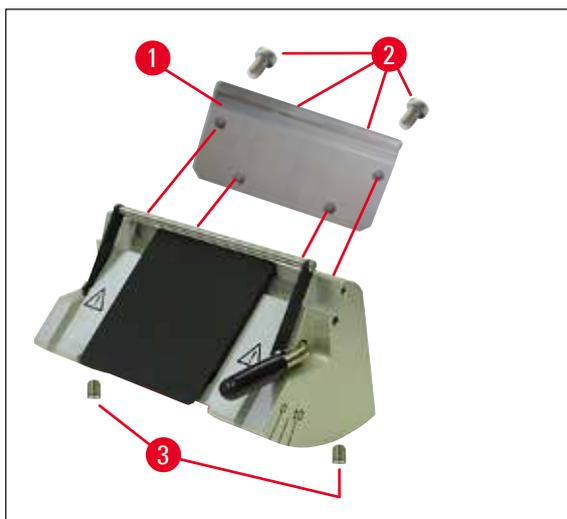
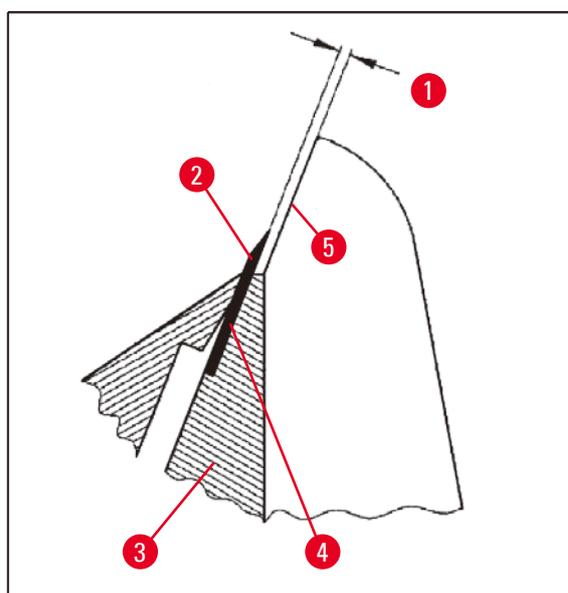

Fig. 34
Fig. 35
- Ao fazer a instalação, certifique-se de que a borda superior da placa de pressão (→ Fig. 40-4) esteja paralela e nivelada com a borda superior da placa de pressão traseira (→ Fig. 40-2) (veja também (→ p. 46 – Fig. 34), (→ p. 47 – Fig. 35)). Se necessário, ajuste as placas de pressão (→ p. 50 – 5.9.10 Visão geral – acessórios).